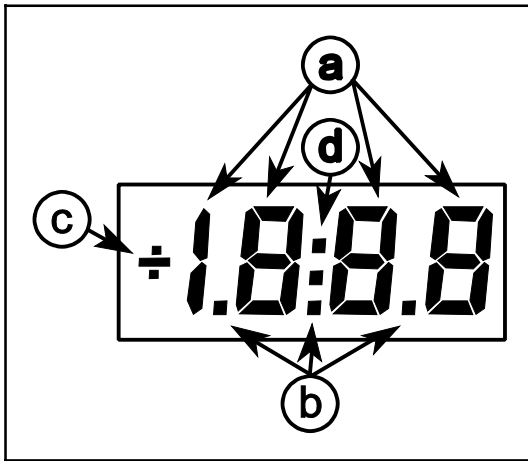

Fig. 7-2
**Forklaring til fig. 7-2.**
Det digitale displayet (fig.7-2) har følgende oppgaver: